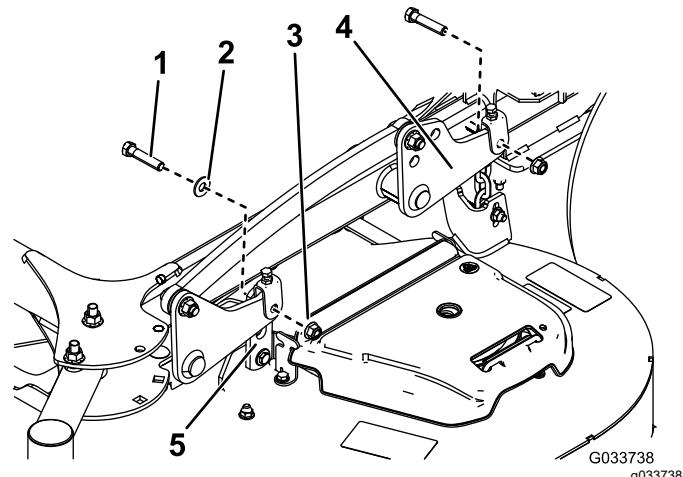
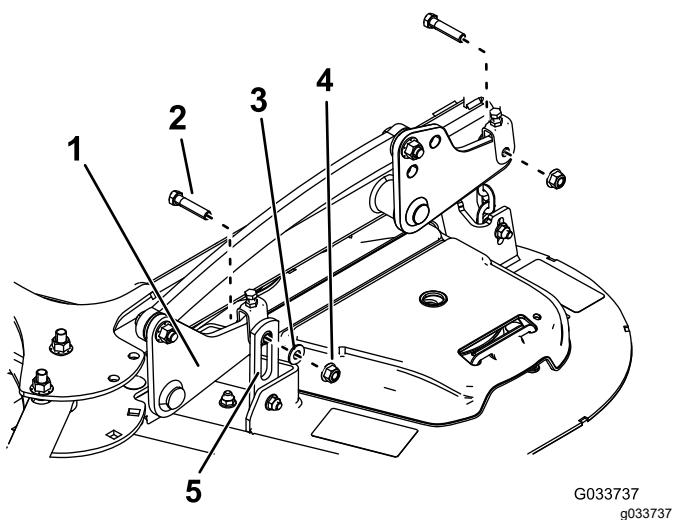

Figura 88
Figura 87
5. Retire los 2 pernos, las 2 tuercas y la arandela que conectan los ganchos de la carcasa de corte con las placas de elevación para ambos lados de la carcasa de corte (Figura 87 y Figura 88).
Nota: Coloque los soportes de ganchos delanteros del exterior de los brazos de elevación delanteros para carcasa de 132 cm (52") (Figura 87). Coloque los soportes de ganchos delanteros del interior de los brazos de elevación delanteros para carcasa de 152 cm (60") (Figura 88).